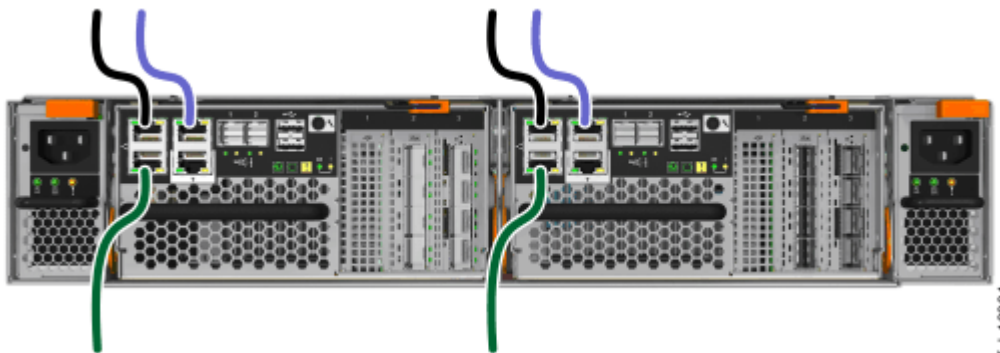

Рисунок 6. Подключение кабелей Ethernet
1. Подключите порт Ethernet 1 каждого кейса узла в системе к IP-сети, которая будет обеспечивать соединение с интерфейсами управления системой, как показано здесь: Рисунок 6 на стр. 18.
2. При необходимости подключите порт 2 Ethernet каждого кейса узла в системе ко второй IP-сети, которая будет предоставлять избыточное соединение с интерфейсами управления системой, изображенное светлым кабелем здесь: Рисунок 6 на стр. 18.